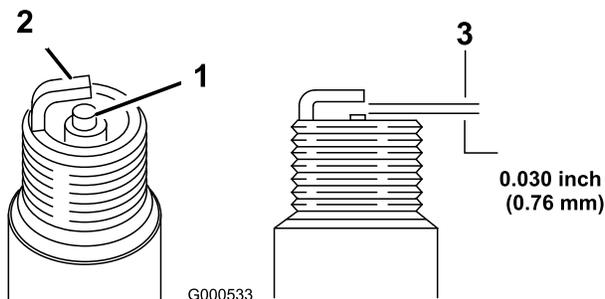

Figure 37
5. Réglez l'écartement des électrodes à 0,76 mm (0,030 po) (Figure 37).